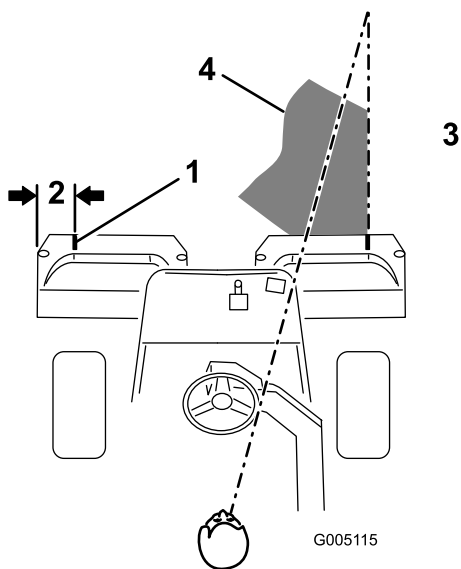
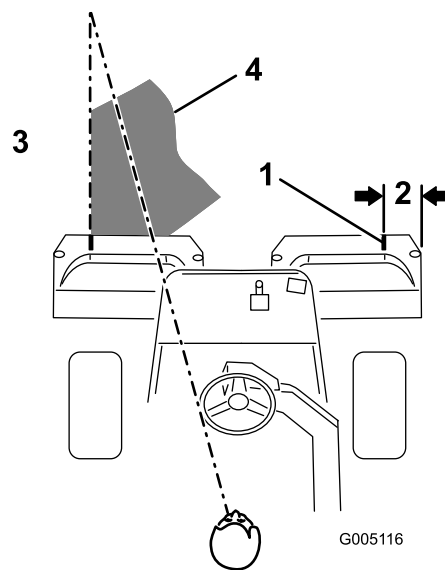

Рисунок 30
Рисунок 31
2. На каждый травосборник наклейте отрезок белой ленты или нанесите краской линию параллельно наружному краю (Рисунок 30).
- При каждом последующем проходе перекрытие предыдущего прохода должно быть минимальным. Чтобы было легче поддерживать прямолинейное движение по грину и удерживать машину на одном и том же расстоянии от края предыдущей скошенной полосы, сфокусируйте взгляд на краю нескошенной части грина на расстоянии примерно 1,8–3 м перед машиной (Рисунок 30 и Рисунок 31). Некоторым операторам удобно использовать в качестве ориентирующей полосы наружный край рулевого колеса, т.е. край рулевого колеса совмещается с точкой, которая всегда находится на одном и том же расстоянии от переднего края машины (Рисунок 30 и Рисунок 31).